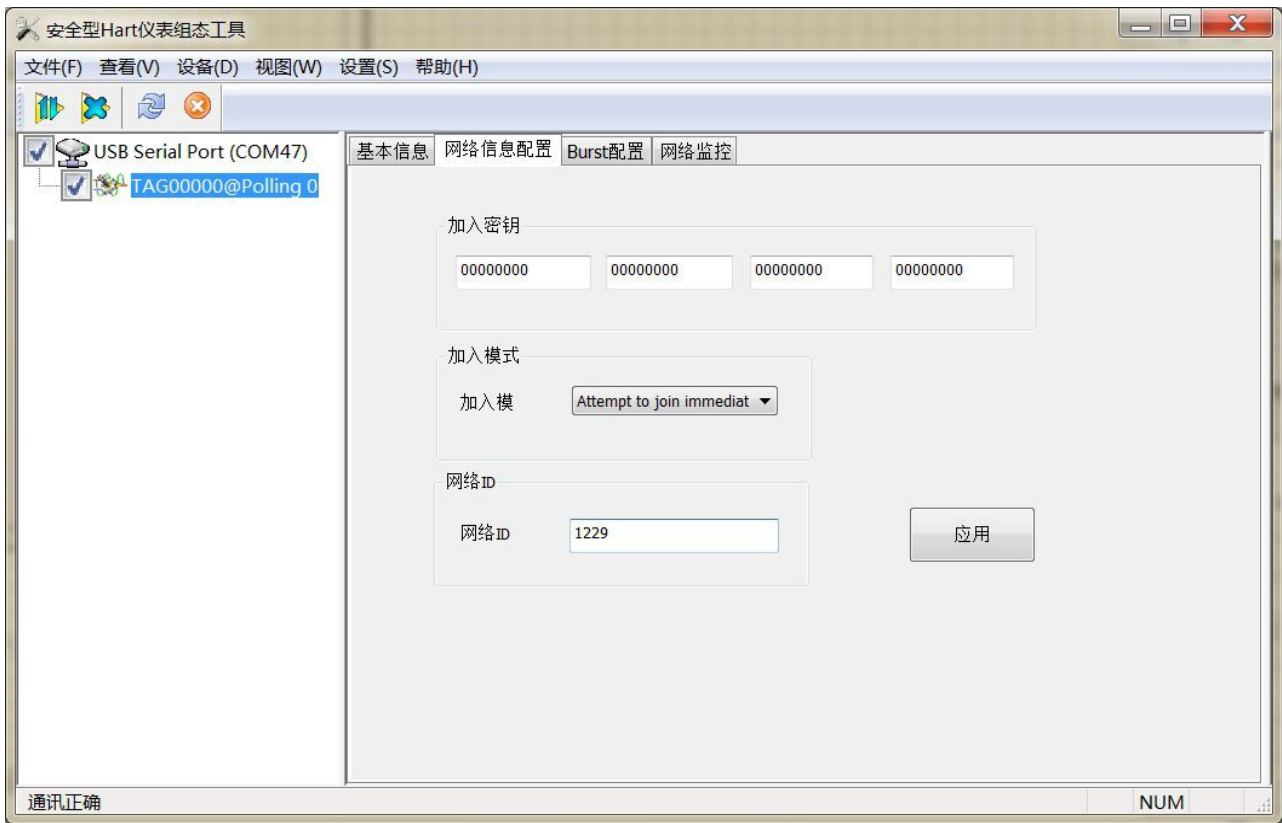

图12 网络信息配置界面
4. 单击图11右侧窗口的“网络信息配置”栏，组态工具界面上显示相关信息，如图12所示。
单击图12中的“网络监控”栏,进入如图13所示界面。